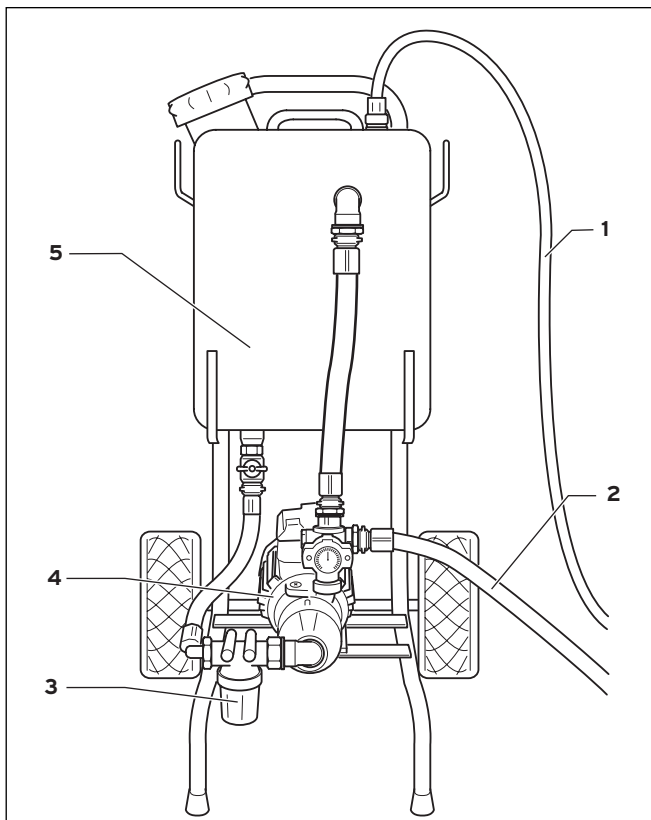

Abb. 7.25 Anschlüsse an der Befülleinrichtung
- Vergewissern Sie sich, dass die Befüllpumpe (4 in **Abb. 7.25**) an der Befülleinrichtung ausgeschaltet ist.
- Vergewissern Sie sich, dass die Befüllpumpe der Befülleinrichtung (4 in **Abb. 7.25**) ausgeschaltet ist.
- Füllen Sie den Solarflüssigkeitsbehälter des Befüll-Trolleys (5 in **Abb. 7.25**) mit ausreichend Vaillant Solarflüssigkeit, damit die Pumpe der Befülleinrichtung nicht trocken läuft.
- Starten Sie die Pumpe der Befülleinrichtung (4 in **Abb. 7.25**) mit ausreichend Vaillant-Solarflüssigkeit.
- Schalten Sie die Pumpe der Befülleinrichtung aus (**4** in **Abb. 7.25**).